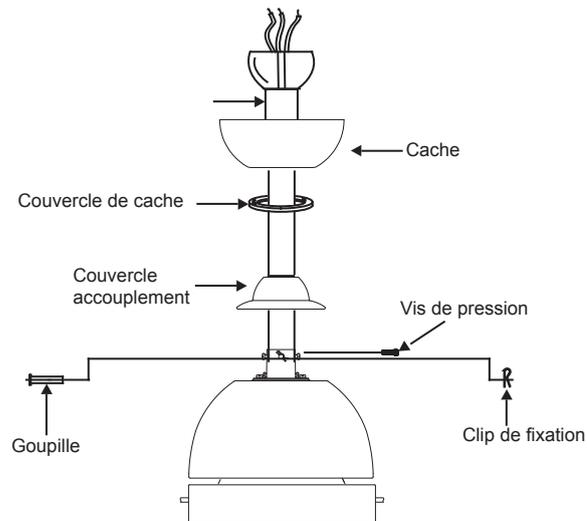

Fig. 8
Étape 8. Faites glisser le couvercle d'accouplement, le couvercle du cache et le cache sur la tige de suspension (Fig. 8).
Placez la balle de suspension sur la tige de suspension, insérez la broche transversale dans la tige de suspension et serrez. Serrez maintenant la vis de pression (Fig. 8)